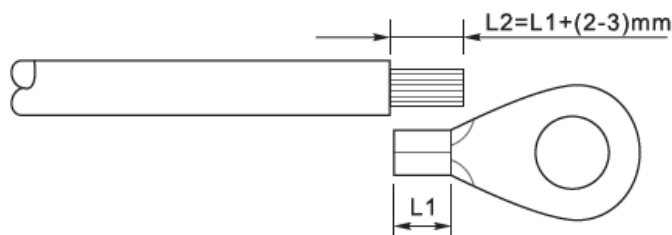

Figura 13 - Preparazione del cavo di terra (1)
- 1) Rimuovere una lunghezza adeguata dello strato di isolante esterno usando uno spella cavi, come mostrato nella Figura 13.